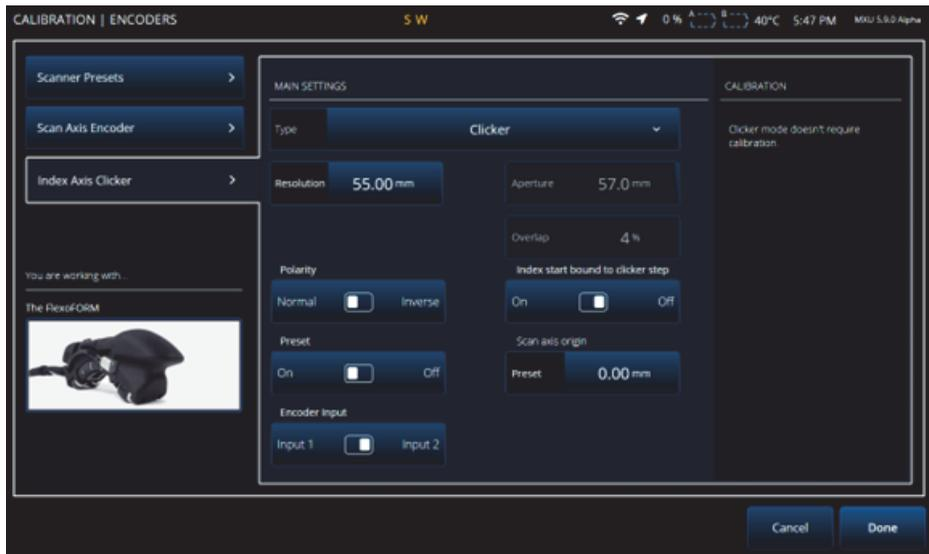

Abbildung 3-4 Prüfparameter auf dem Bildschirm des OmniScan X3
- Aufgrund des flexiblen, gekrümmten Sensors des FlexoFORM Scanners (mit einem Krümmungsradius, der konzentrisch zum Krümmungsradius der Oberfläche ist) ist die effektive Schallbündelbreite auf der Oberfläche kleiner als die aktive Aperturlänge (**Index Aufl.** Wert für OmniScan MX2/SX Geräte oder Aperturwert für OmniScan X3 Serie). Dieser Wert (siehe Abbildung 3-3 auf Seite 30 oder Abbildung 3-4 auf Seite 31) sollte daher nicht verwendet werden, sondern Sie müssen einen Wert mit Tabelle 1 auf Seite 41 erhalten. Für weitere Einzelheiten zu Berechnungen siehe „Korrekturfaktoren“ auf Seite 40.